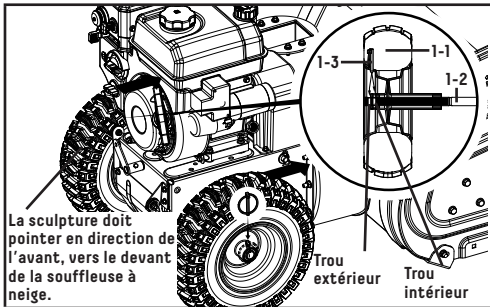

Figure 1
1. Glissez la roue (1-1) sur l'essieu (1-2) dans la direction indiquée par la flèche. La sculpture doit faire face vers l'avant. Mettez la goupille (1-3) dans la roue. L'essieu contient un trou central permettant de fixer la roue à l'essieu (qui est relié à la transmission). Une fois la goupille insérée, pliez l'anneau autour de l'essieu pour la maintenir en place (figure 1).